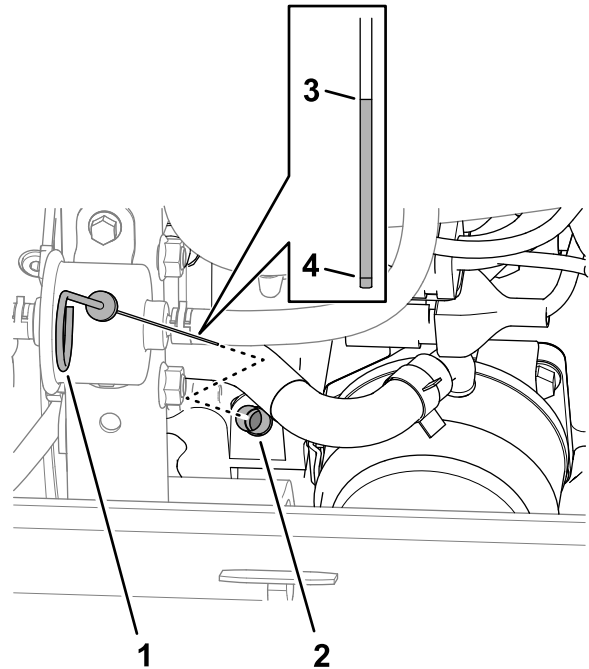

Figure 123
3. Dévissez la jauge du tube de jauge (Figure 123) et essuyez-la sur un chiffon propre.